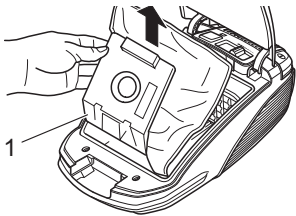

Abb. 19
3. Ziehen Sie den Staubbeutelhalter (Abb. 19/1) nach oben heraus.
8. Schieben Sie den Staubbeutelhalter (Abb. 19/1) wieder in die dafür vorgesehene Schiene ein.